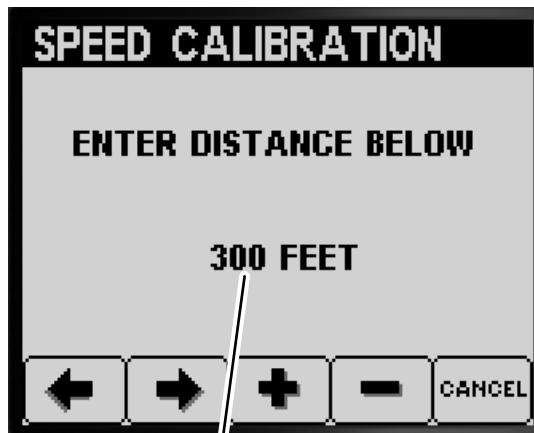

Figure 65
9. Utilisez le bouton 3 ou 4 pour changer la distance saisie sur l'InfoCenter, puis appuyez sur le bouton 2 (Figure 65).